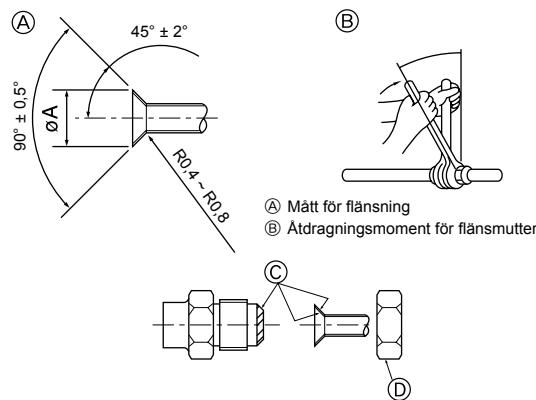

Fig. 4-1
- Stryk på ett tunt lager av frysmaskinolja på röret och fogens tätningsyta innan den flänsade muttern dras åt. (Fig. 4-1)
- Använd två skruvnycklar för att dra åt röranslutningarna. (Fig. 4-1)
- Sätt på köldmedelsolja på flänsens hela yta. (Fig. 4-1)
- Använd flänsmuttrar för följande rörstorlek. (Fig. 4-1)
(A) (Fig. 4-1)
(B) (Fig. 4-1)